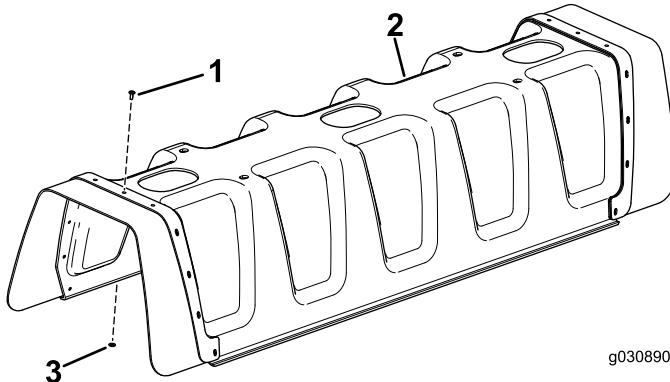

Bild 4
- Bringen Sie 11 Blindnieten ($3/16" \times 1/2"$) und Scheiben ($3/16"$) an der mittleren Auslegerabdeckung an (Bild 4).